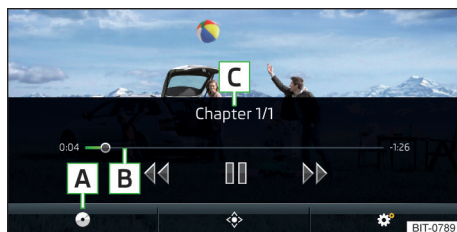

Fig. 192
**Menú princ.** » fig. 192
| Avance/retroceso del vídeo al momento deseado | Pulsar el eje del tiempo de reproducción B » <a href="#">fig. 192 de la pág. 164</a> |
- Para **visualizar** el menú del DVD en el menú principal *Video-DVD*, pulsar la superficie funcional ◊ » fig. 192 de la pág. 164.